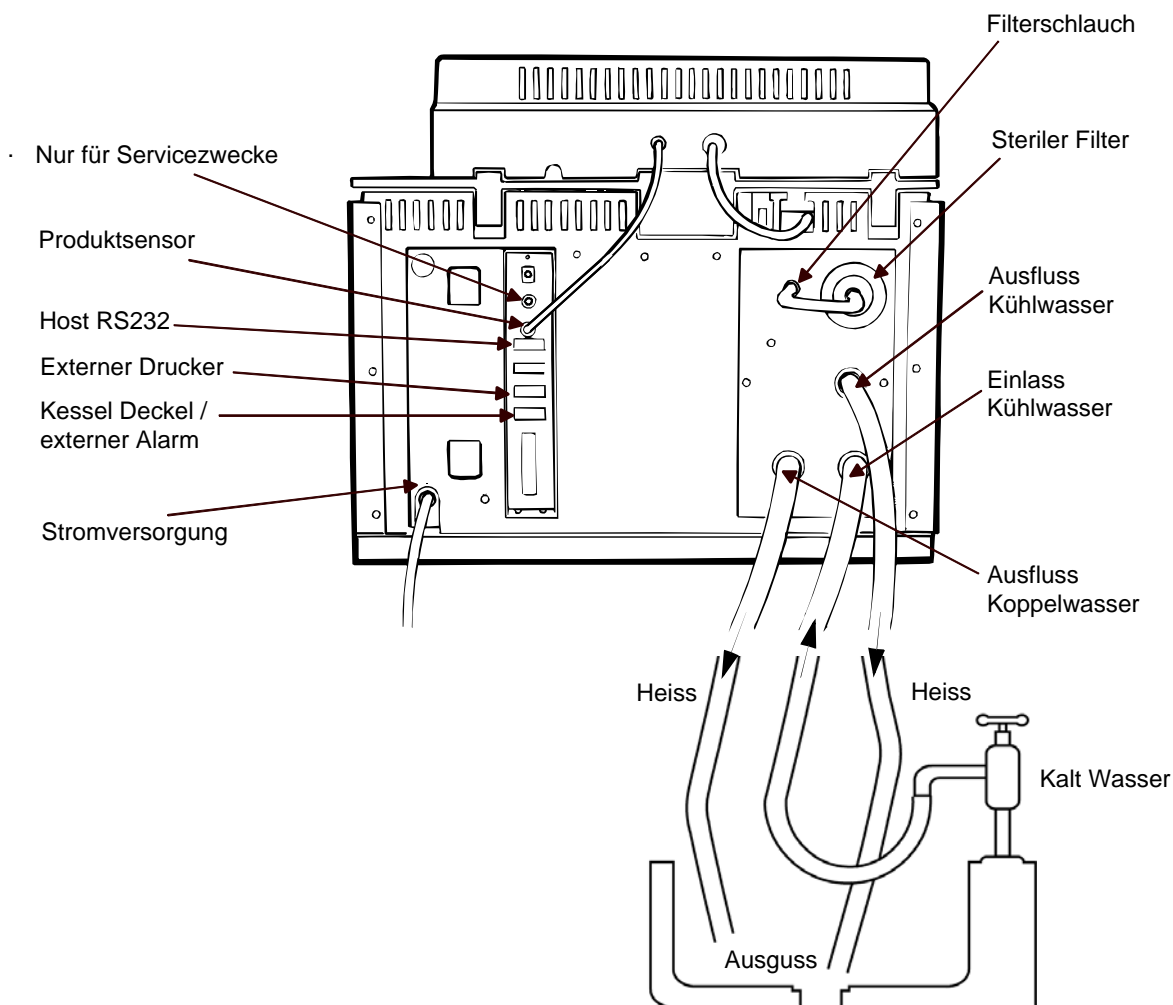

Abbildung 2.2: MediaClave Rückwand
- Den Sterilen Filter in die zugehörige Öffnung schrauben. (Siehe Abbildung 2.2) Ausrichtung des Textes auf dem Filter: Der Text muss lesbar sein.
- Das andere Ende des Stützdruckschlauchs wird in den MediaClave geschraubt und mit einer Sicherungsmutter befestigt. (Siehe Abbildung 2.2)